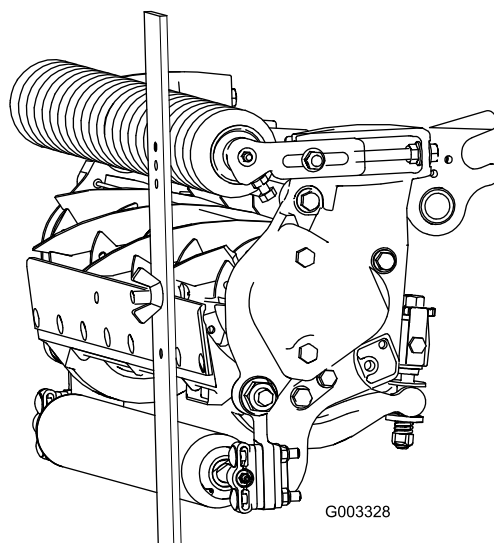

Figura 17
3. Agganciate la testa della vite sul tagliente della controlama e poggiate l'estremità posteriore della barra sul rullo posteriore (Figura 17).
4. Ruotate la vite di regolazione finché il rullo anteriore non toccherà la barra di riferimento (Figura 17).